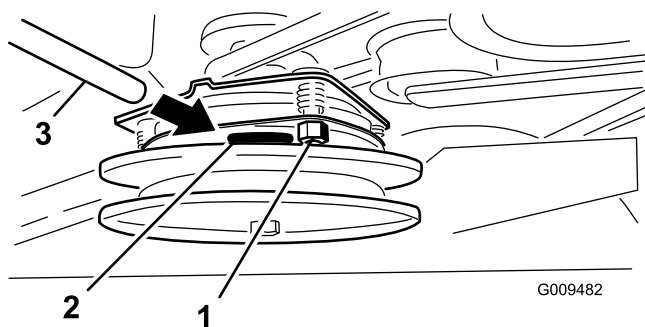

Figure 62
2. Si un réglage est nécessaire, utilisez une jauge d'épaisseur de 0,381 mm (0,015") pour régler chacune des trois positions des fentes de réglage. Serrez les contre-écrous jusqu'à ce la jauge d'épaisseur fléchisse légèrement mais puisse bouger facilement dans l'entrefer (Figure 62).